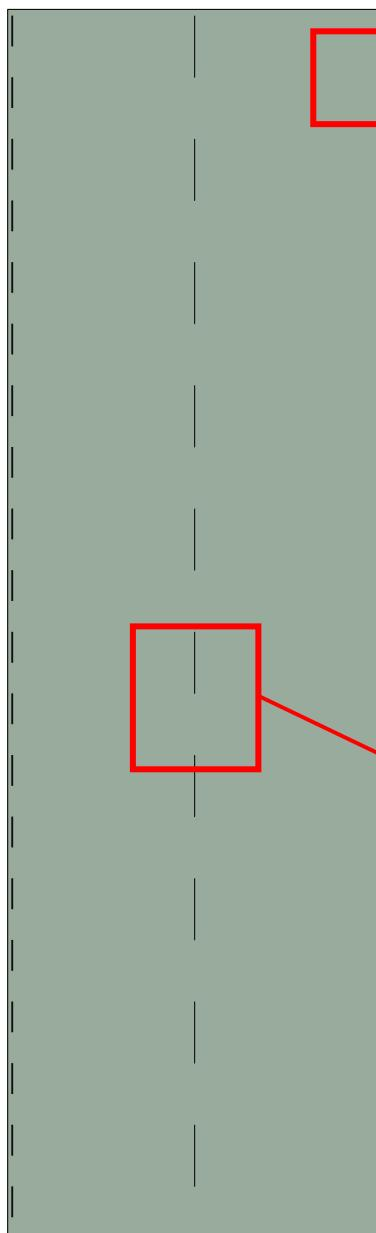

図 4-1 THHT ネクスト 910mm×3000mm 板 外観（表側）
- THHT ネクストの長手方向にねじピッチを示すマーカーを外周部 75mm 間隔、中通り 150mm 間隔の黒色の破線で示していますので、規定の留付け間隔になるようにねじ打ちを行ってください（図 4-1 参照）。